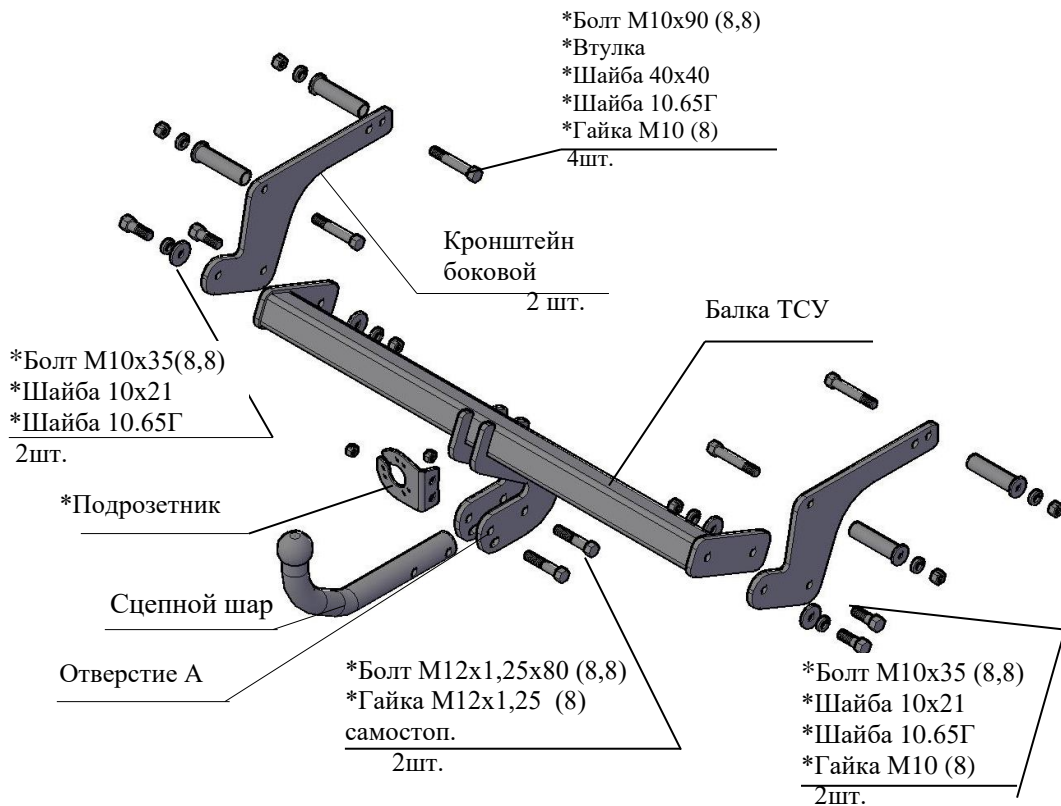

Рис.1 Тягово-сцепное устройство ТСУ 9041.01.
2.1 ТСУ 9041.01 в сборе (рис.1)	1 шт.
2.2 Пакет с комплектующими (см. рис.1)	1 шт.